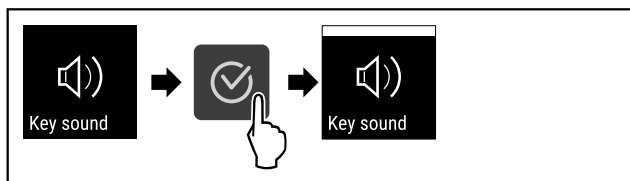

Fig. 81
- ▶ Stappen (zie Fig. 81) uitvoeren.